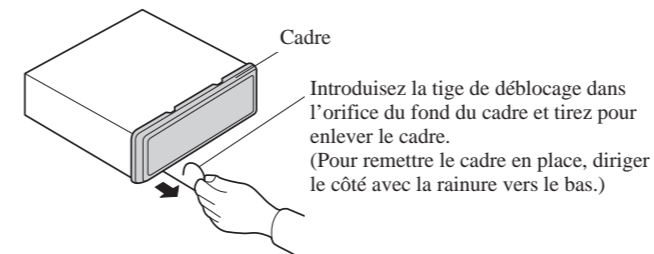

Fig. 7
**1. Enlever le cadre. (Fig. 7)**